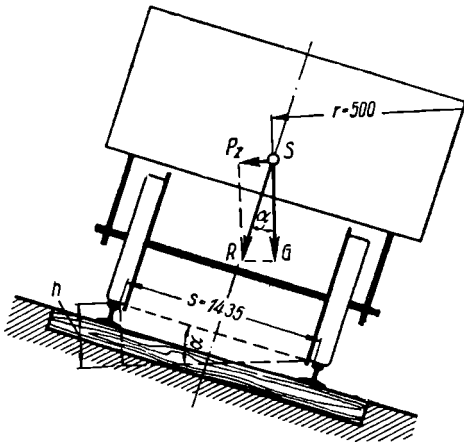

Bild 55
78. Ein Eisenbahngleis von 1435 mm Spurweite ist in einer Kurve von 300 m Krümmungshalbmesser mit $h = 120 \text{ mm}$ Überhöhung der äußeren Schiene verlegt (Bild 55 wie bei voriger Aufgabe). Bei welcher Fahrgeschwindigkeit schleifen die Räder eines durchfahrenden Zuges nicht mit ihren Spurkränzen seitlich an den Schienen, sondern üben nur Normalkräfte aus?